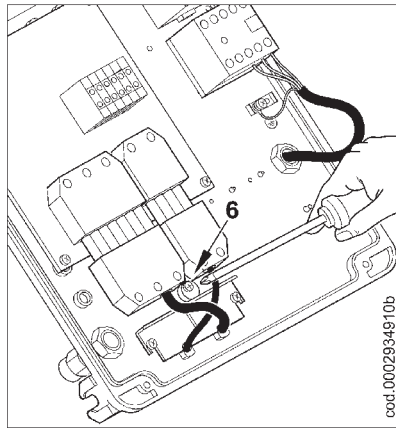

图 3
3) 图3，将电缆压板（3）放回原位，旋转凸轮（6）使压板压紧两根电缆，然后拧紧压板固定螺丝。最后，插上7孔插头和4孔插头。